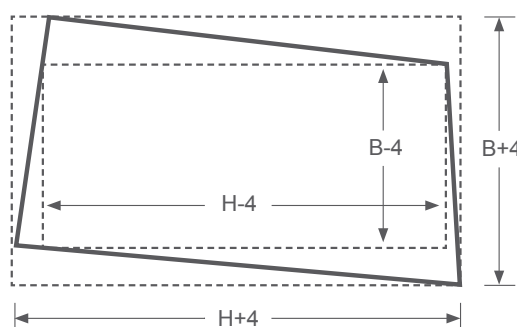

Fig. 1: determinação de comprimento, largura e esquadro.
- Consulte a Norma ABNT NM 294 – Vidro float, item 6.2, “Comprimento, largura e esquadro”. O texto e a figura a seguir foram retirados desta norma;
- Para determinada dimensão nominal de comprimento (H) e de largura (B), a chapa de vidro deve se inscrever em um retângulo construído a partir das dimensões nominais aumentadas no valor positivo da tolerância e circunscrever um retângulo cujas dimensões sejam as nominais menos o valor absoluto da tolerância;
- Esses retângulos devem ter seus lados paralelos e ser concêntricos (Fig. 1). As tolerâncias de medida das dimensões nominais de comprimento (H) e largura (B) são de 4 mm.